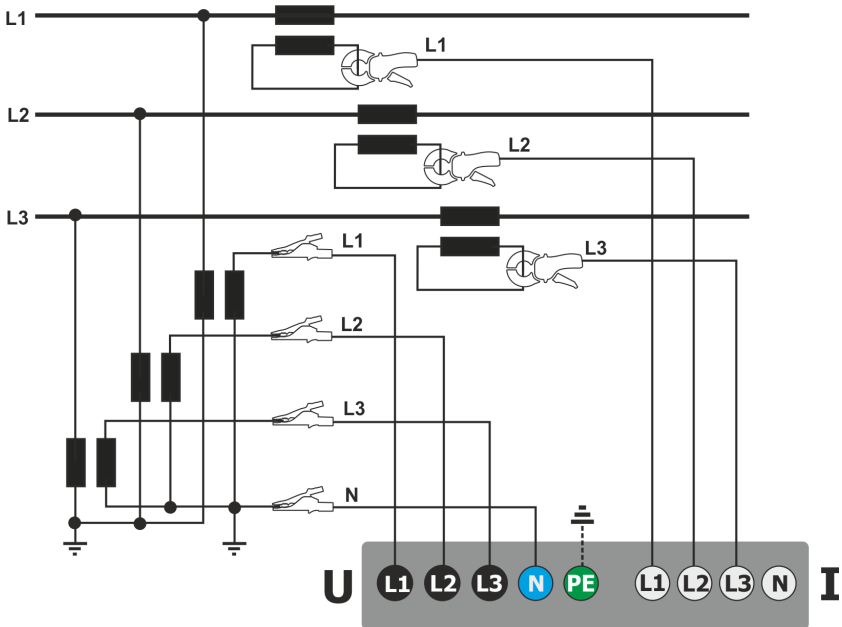

Abb. 43. Schaltbild – indirekte Messung am Mittelspannungs 3-Phasen 4-Leiter Netz
- 3-Phasen 4-Leiter Netzen (Abb. 43)